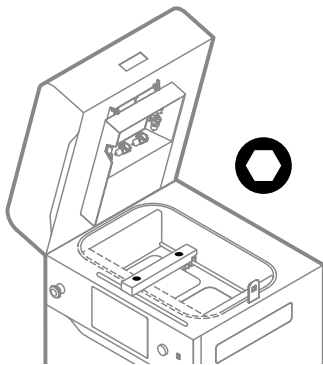

Abb. 12.11 Stelle den Recoater ein und entferne die Schrauben der Abdeckung des Recoaters.
8. Löse mit einem 2-mm-Inbusschlüssel die beiden Schrauben an der Abdeckung des Recoaters und nimm sie ab (Abb. 12.11).